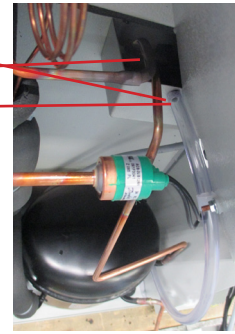

Fig. 3
- Veillez à ce que la découpe d'écoulement du condensat soit libre et pas obstruée (fig. 3)